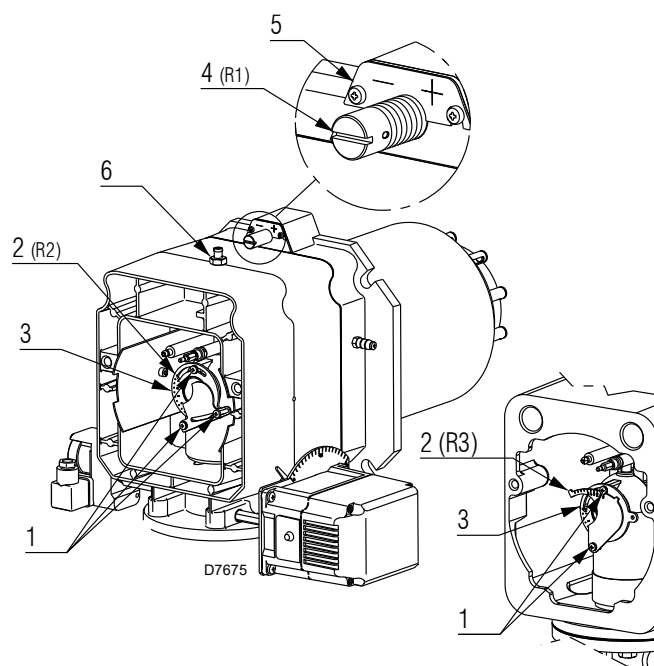

Fig. 17
- Ruotare la vite 4)(Fig. 17) fino a far collimare la tacca trovata con il piano anteriore 5) della flangia.
- Allentare le 3 viti 1)(Fig. 17) e ruotare la ghiera 2) fino a far collimare la tacca trovata con l'indice 3).